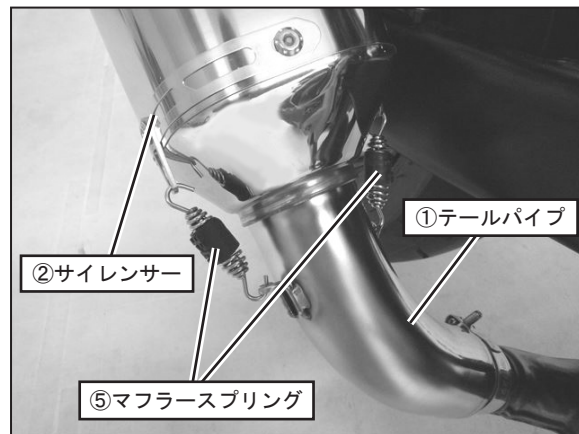

FIG. 6
8. ①テールパイプと②サイレンサーに⑤マフラスプリングを取り付けて下さい。(FIG. 6参照)